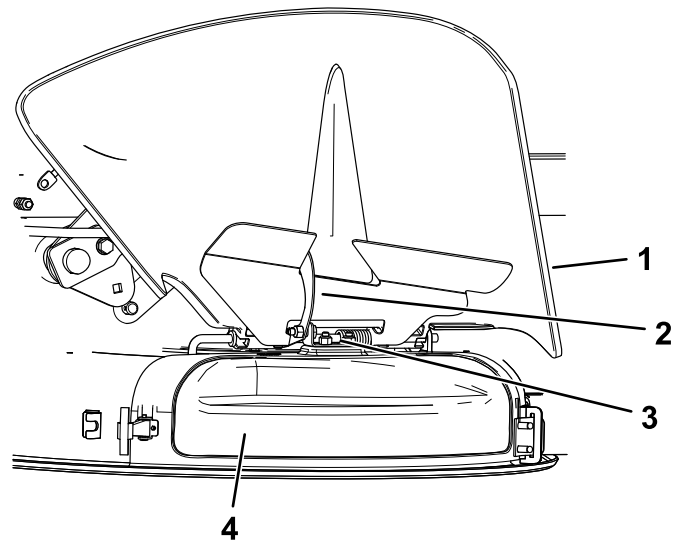

図 16
4. 排出口カバー上部についているフック状のラッチを、ピボットロッドから外す 図 16。
5. 排出口カバーの上部分のフック形のラッチを、デフレクタアセンブリのピボットロッドに取り付ける **図 16**。